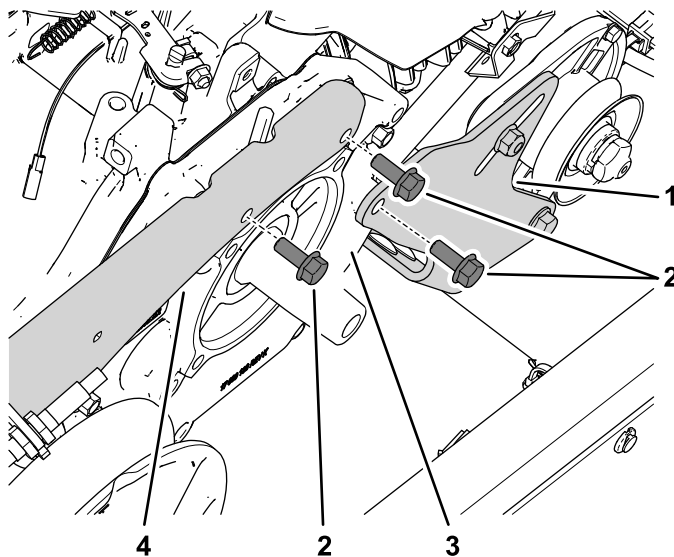

Figure 4
8. Retirez les 2 boulons à embase qui fixent la barre d'immobilisation sur le moteur (Figure 4).
9. Retirez le boulon à embase qui fixe le support de l'alternateur sur le moteur (Figure 4).